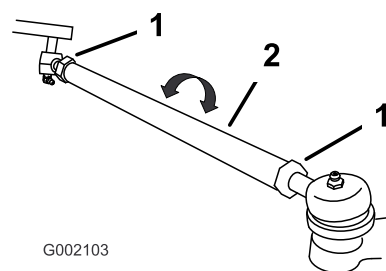

Figure 12
- Si la valeur obtenue n'est pas comprise dans la plage spécifiée (reportez-vous aux dimensions et aux paramètres mentionnés au début de cette procédure), desserrez les contre-écrous à chaque extrémité des biellettes (Figure 12).